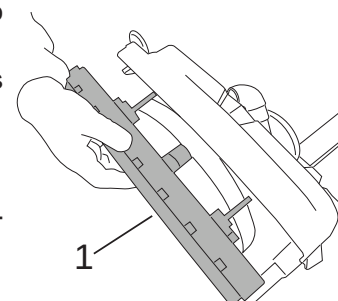

Fig.40
- Extraiga el secador de suelo de la máquina (Fig. 40-Ref. 1).